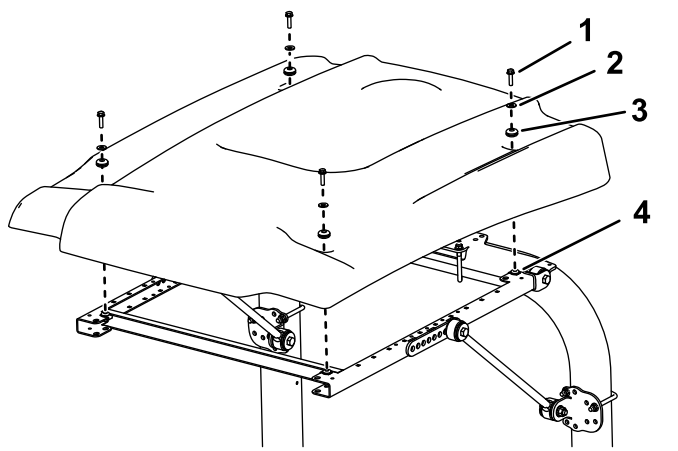

Bild 19
14. Positionieren Sie das Sonnendach beim Ausfluchten der Befestigungslöcher am Rahmen wie in Bild 19 abgebildet.
15. Befestigen Sie jede Ecke des Sonnendachs mit einer Bundkopfschraube (5/16" x 1 1/4"), einer kleinen Scheiben und einer Scheibe lose am Rahmen (Bild 19).